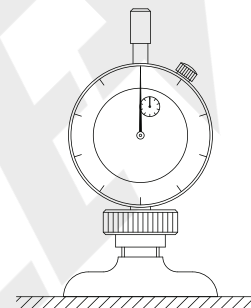

Fig.2
---Pulire la superficie misurata e la piastra di superficie con un panno morbido. Posizionare il piano di base sulla piastra di superficie (Fig. 2), puntare il puntatore lungo sullo zero regolando la posizione verticale dell'indicatore o ruotando la ghiera, misurare più volte per assicurarsi che lo zero sia impostato correttamente.